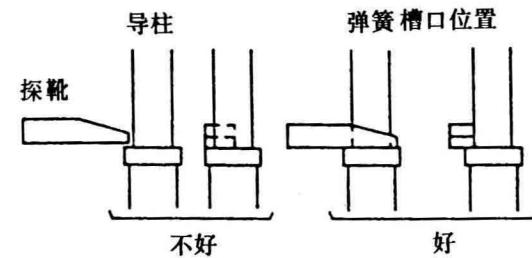

图45
④把高度表的探靴放在调整模板上, 将高度表调为“0”, 如图45所示;
⑤慢慢地把导柱升高到导柱刚好触碰到高度表探靴的底面, 用高度表确定导柱接触点的准备位置, 如图45所示。